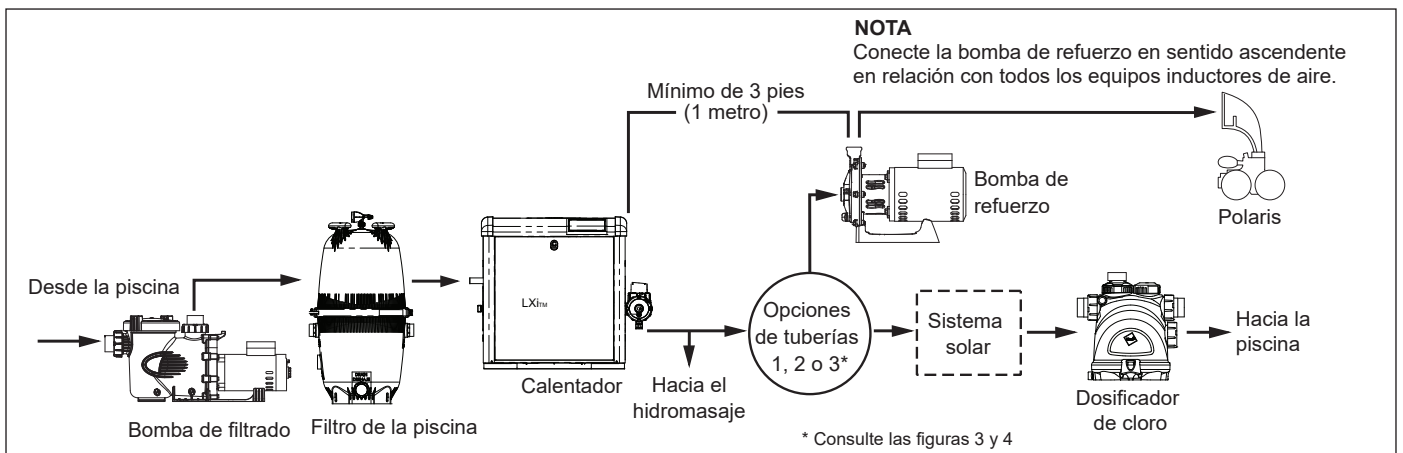

Figura 2. Disposición habitual de los equipos
Para garantizar el correcto funcionamiento de la bomba y el limpiador, consulte la figura 2 y cumpla las siguientes pautas para equipos específicos.
2. Si se instaló un calentador en el sistema, conecte la entrada de la bomba de refuerzo en la línea de retorno en sentido descendente y por lo menos a tres (3) pies (1 m) de la descarga del calentador. Consulte la Figura 2. **No conecte la entrada de la bomba de refuerzo en la sección de tres pies (1 m) del tubo del dissipador térmico que sale directamente del calentador.**